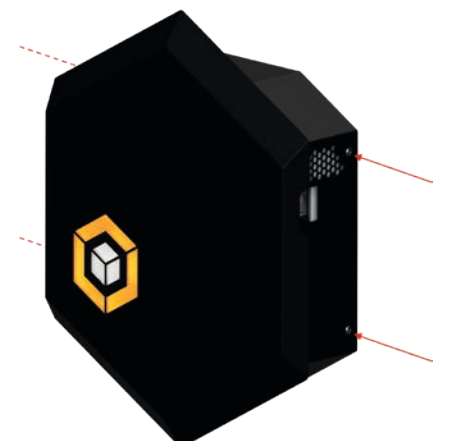

Abbildung 27: Verschraubung der Designhaube
4. Verschrauben Sie die Designhaube mit der Montageplatte (Abbildung 27). Nutzen Sie hierfür die mitgelieferten Gehäuseschrauben und einen 2,5 mm Inbusschlüssel.